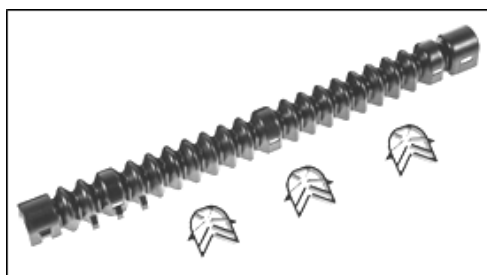

Рис. 69. ПЗУ-6-10кВ-МГЛБ-НГ (КЛ)
13.2.3. Для комплекта с клипсами ЗМИ-2 укомплектовать каждый гофр-рукав клипсами в количестве 3 шт., установив их в местах согласно схеме (Рис. 69).
ПЗУ-6-10кВ-МГЛБ-НГ (КЛ) - с внутренними клипсами ЗМИ-2 (Рис. 69);